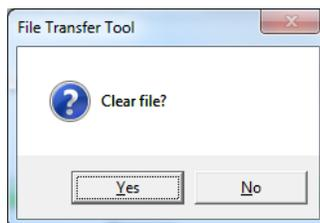

Abbildung 3-6: Dialog „Datei löschen“
9. Nachdem Alibi- oder Fahrzeugtransaktionsdateien vom Terminal gelesen wurden, werden sie in einer Popup-Meldung (Abbildung 3-6) gefragt, ob Sie die Dateien löschen wollen.